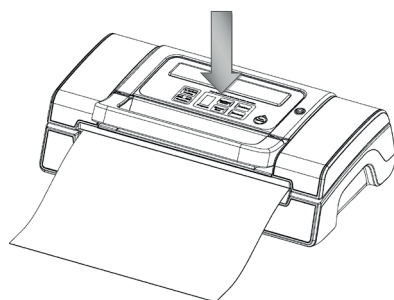

Fig. 7
7. Tryck på knappen för "Manual Seal" för att börja försegla påsarna. (Fig.7)